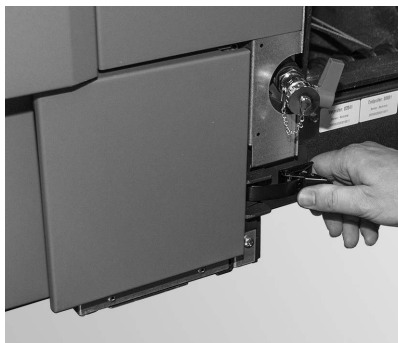

Fig. 45 Spannbügelverschluss öffnen
- ▶ Rechten unteren Spannbügelverschluss lösen – Fig. 44, Fig. 45.